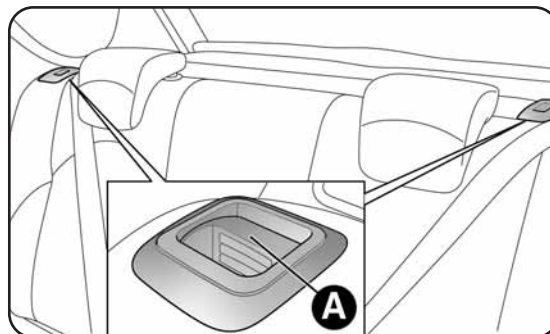

fig. 65
- soulever les leviers A-fig. 65 de maintien des dossier et rabattre vers l'avant le coussin choisi (lorsqu'on soulève le levier A, une "bande rouge" apparaît).
Soulever les dossier en les poussant en arrière jusqu'au déclic de blocage des deux mécanismes d'accrochage et vérifier que l'on ne voit plus la "bande rouge" sur les leviers A-fig. 65. La visibilité de la "bande rouge", en effet, indique que le dossier n'est pas correctement accroché.